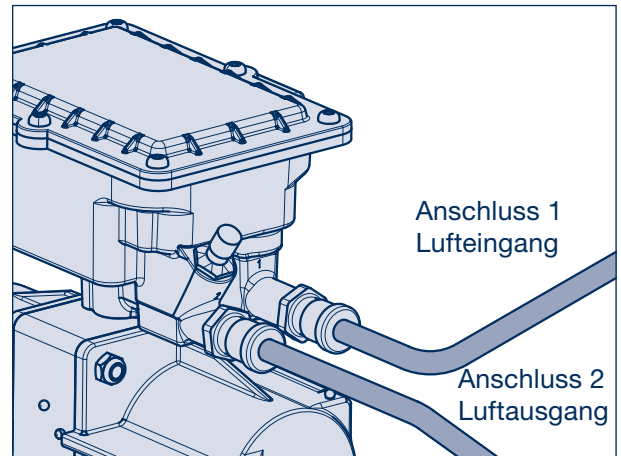

Bild 29
- [1] Zuleitungen (Ø 8 x 1 mm PA-Leitung) zur AirSave Control Box 141 (siehe Bild 29) bei Achsen mit Luftfederung direkt an den Lufttank der Luftfederung des Trailers anschließen.